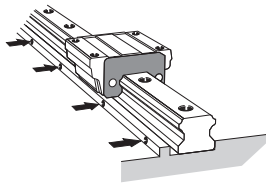

图9 锁紧止动螺丝
(3) 按顺序将LM轨道的止动螺丝拧紧, 使轨道与横向安装面紧靠。(图9)